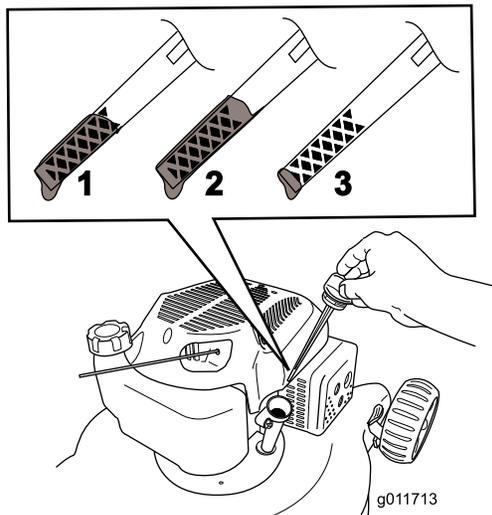

Figure 4
2. Retirez la jauge (Figure 4).
3. Versez **lentement** l'huile par l'orifice de remplissage, attendez 3 minutes puis vérifiez le niveau d'huile sur la jauge, en l'essuyant sur un chiffon propre et en l'insérant dans l'orifice, **mais sans visser** le bouchon (Figure 4).
Remarque: Versez de l'huile dans le carter moteur jusqu'à ce que la jauge indique le niveau correct, comme illustré à la Figure 4. Si vous remplissez excessivement le carter moteur, vidangez l'excédent